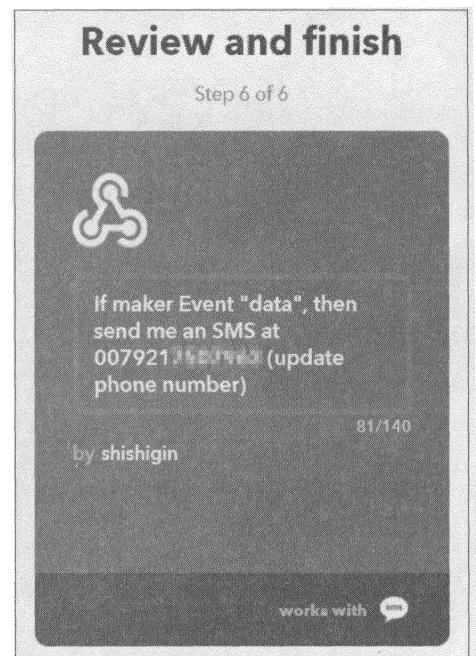

Рис. 7.28. Законченное правило для отправки сообщений
8. Наконец, завершаем создание апплета (рис. 7.28).